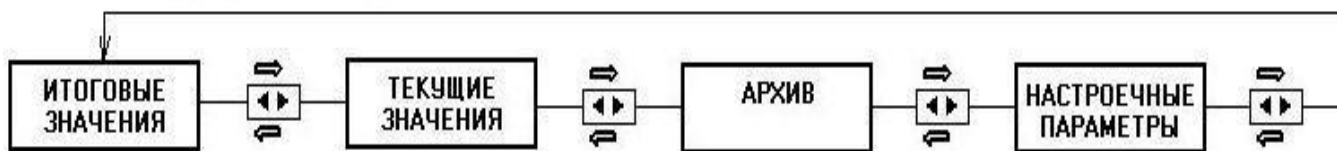

Рис. 2 Выбор уровня меню.
8.1.2 Меню имеет следующие уровни (рис. 2):
Переход между **уровнями** меню осуществляется **длительным** нажатием на кнопку ▶, возвращение на предыдущий уровень – длительным нажатием кнопки ◀ (рис.2). Выбор **пункта** уровня меню и последовательный просмотр отображаемых значений или параметров осуществляется из соответствующего уровня **кратким** нажатием кнопок ◀ или ▶ в соответствии со схемами **приложений Ж, К, Л, Н**.